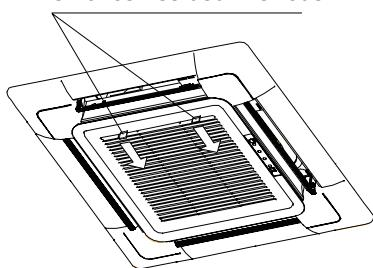
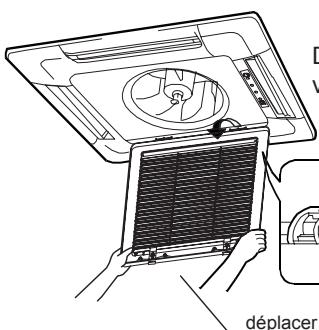

Figure 1
Figure 2
1. Comme illustré dans la figure, démonter la grille d'entrée d'air : enfoncez les deux verrous sur la grille (comme la Fig. 1) pour la déplacer près de la grille voisine, l'éléver pour 45 degrés doucement (comme Fig. 2), puis démonter la grille d'entrée d'air.